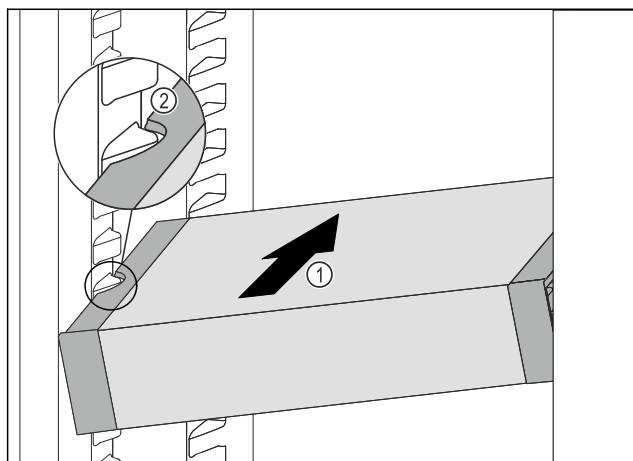

Fig. 87
- Împingeți VarioSafe oblic în frigider Fig. 87 (1), până când degajările laterale Fig. 87 (2) ale VarioSafe se află la înălțimea nervurii recipientului din frigider.